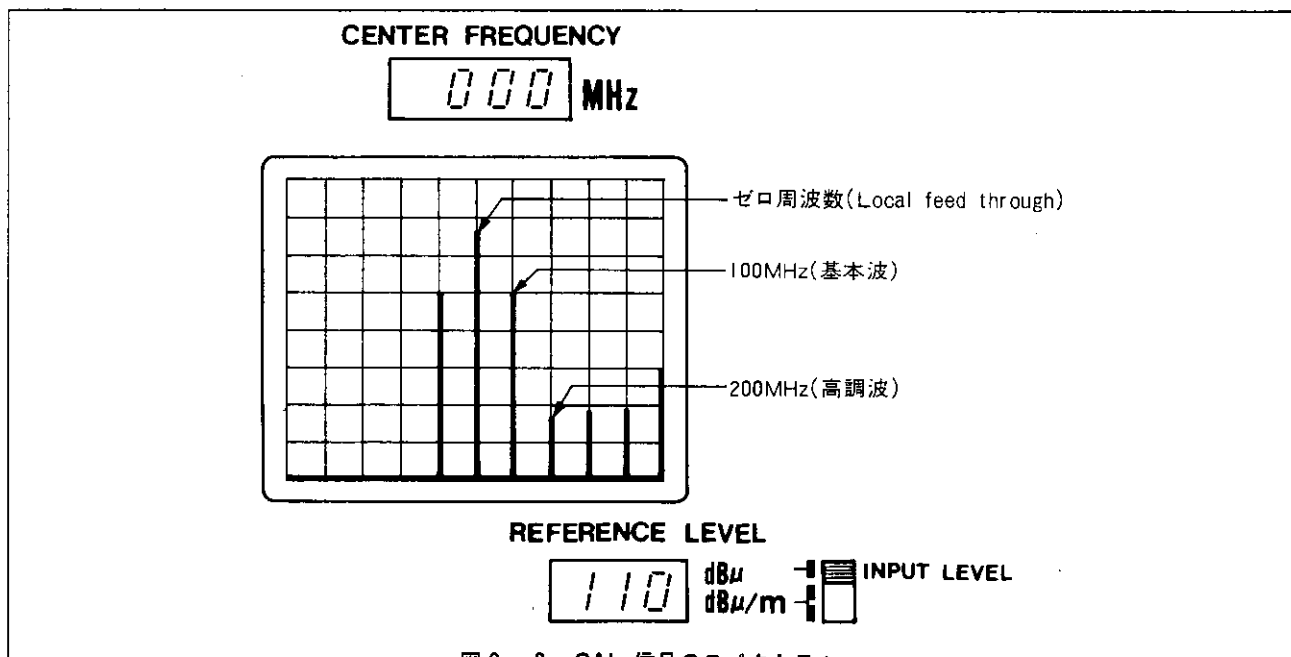

図3-3 CAL.信号のスペクトラム
9. このとき、CRTディスプレイは〔図3-3〕のように表示しています。